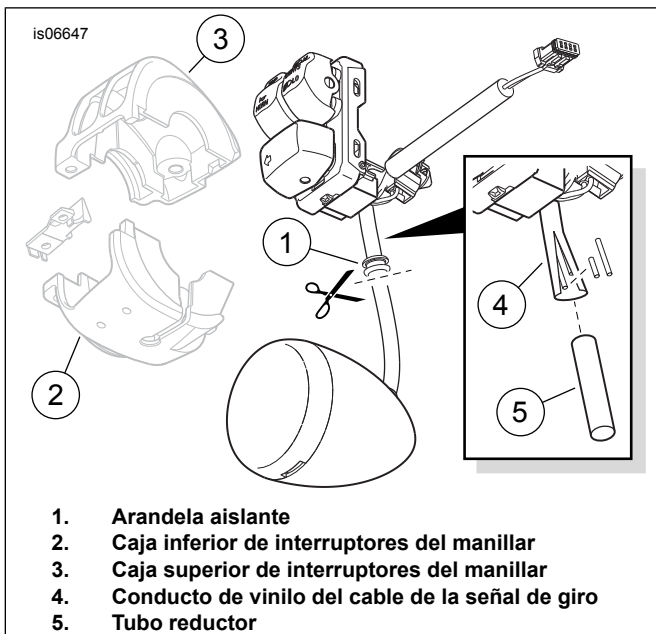

Figura 4. Corte de la señal de giro del conjunto de interruptores
1. Vea Figura 4. Corte los cables de las señales de giro y el conducto al mismo nivel de la arandela aislante (1) en la parte inferior de la caja inferior de interruptores del manillar (2).
2. Separe las cajas de interruptores superior (3) e inferior de acuerdo con las instrucciones en el Manual de servicio.
3. Quite la arandela aislante del extremo del conducto de vinilo (4) de los cables de la señal de giro aún conectado a la caja de interruptores.
5. Deslice la sección de 50,8 mm (2 in) de largo del tubo reductor encapsulante (pared doble) (5) sobre el conducto y los cables.